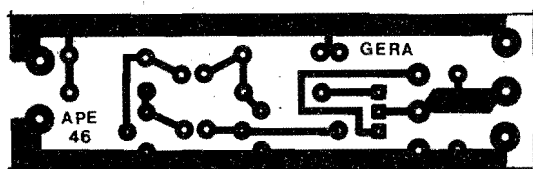

Fig. 2
- FIG. 2 - LAY OUT ESPECÍFICO PARA O CIRCUITO IMPRESSO - O único "trambolho" da montagem será a própria bobina de ignição (de cujo tamanho e peso não se pode fugir...), já que o circuito de comando, em si, é bastante compacto... Uma pequena tira de fenolite virgem (6,8 x 2,0 cm.) que tenha "sobrado" de alguma montagem anterior, servirá perfeitamente... A figura mostra, em tamanho natural (escala 1:1) o desenho das áreas cobreadas, ilhas e pistas necessárias à interligação soldada das peças... A grande simplicidade do padrão permitirá que o Hobbysta, mesmo principiante, realize com facilidade a confecção, partindo da traçagem com decalques ou tinta/caneta especial... É só copiar com carbono sobre o lado cobreado do fenolite, demarcar com precisão o centro das ilhas, efetuar a traçagem e a corrosão, seguidas da limpeza e da furação... Nada complicado.